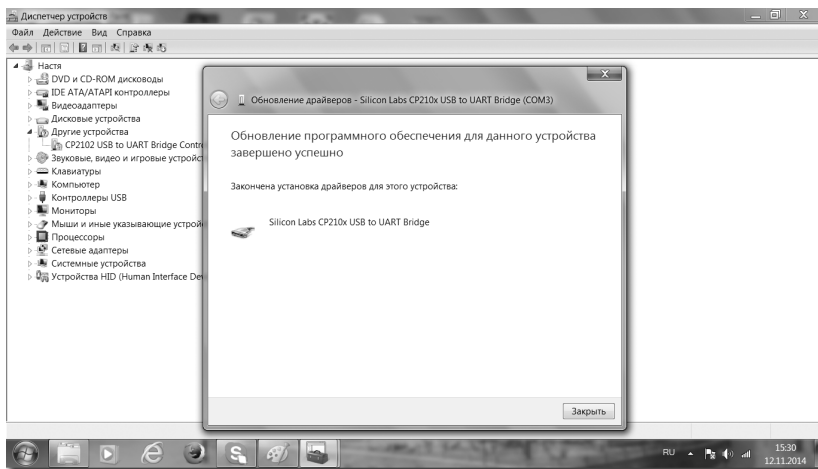

Рис. 13
3.11. После успешной установки драйвера система сообщит об этом (рис.13). Нажимаем «Заккрыть» данное окно.